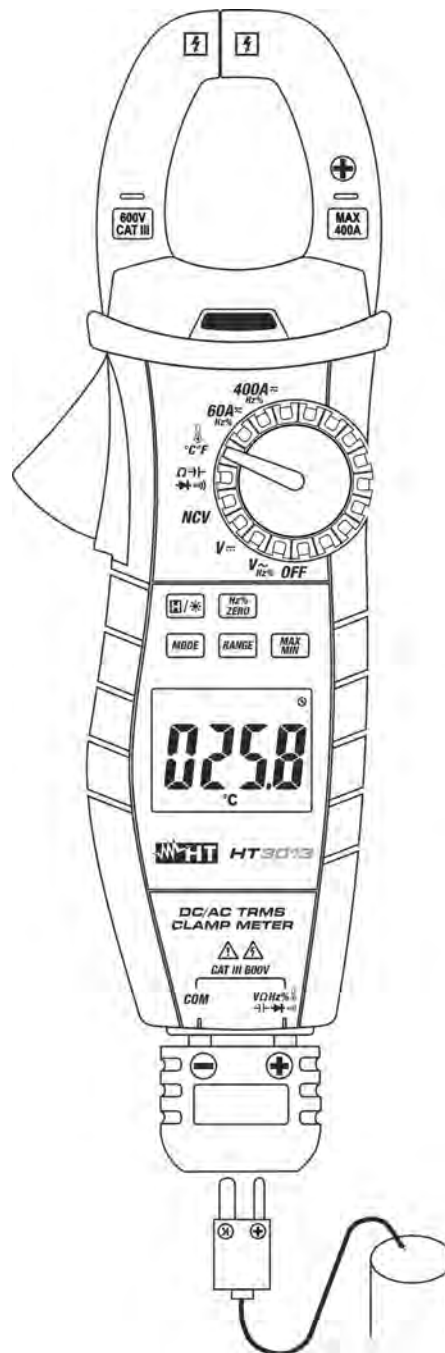

Fig. 10: Uso dello strumento per misura di Temperatura con sonda K
3. Inserire la sonda a filo tipo K in dotazione nei terminale di ingresso e **COM** tramite l’opportuno adattatore, rispettando la polarità mostrata in Fig. 10. Il valore della temperatura è mostrato a display